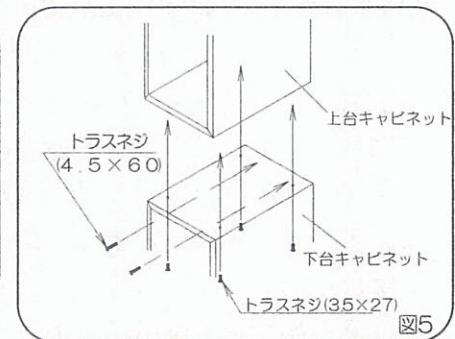

図5
3)下台キャビネットに上台キャビネットをのせ、上下キャビネットの前面側面を合わせ下台キャビネットの天板に加工した下穴からネジ(トラスネジ3.5×27)で連結してください。(図5)